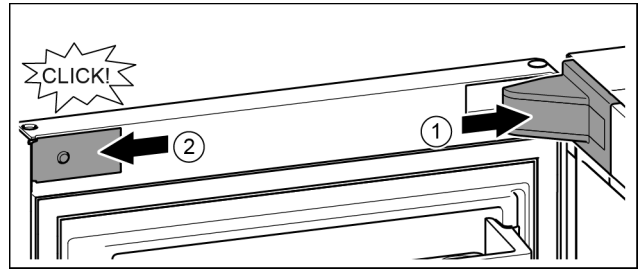

Fig. 25
- ▶ Встановіть та зафіксуйте кришку опорного кронштейна, у разі необхідності — обережно розтисніть. *Fig. 25 (1)*
- ▶ Встановіть збоку і зафіксуйте накладку. *Fig. 25 (2)*